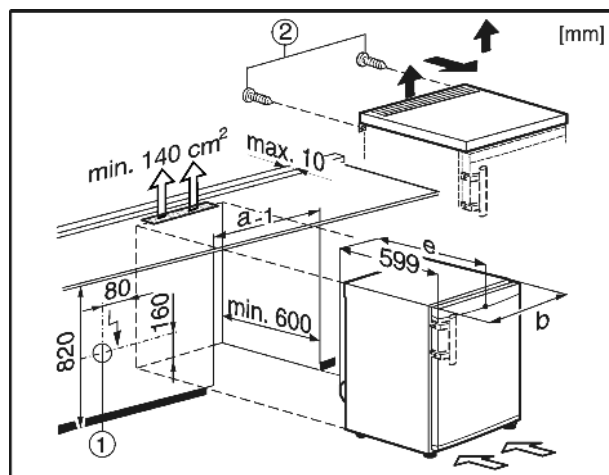

Fig. 9
Utičnica Fig. 9 (1) bi trebala biti izvan područja stražnje strane uređaja i biti lako pristupačna.
- Uklonite Fig. 9 (2) vijke na stražnjoj strani.